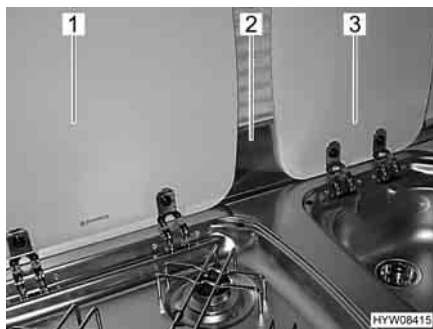

Fig. 13 Lastra proteggifiamma e coperture
- Rimuovere la lastra proteggifiamma (Fig. 13,2) e stivarla in modo sicuro.
- Chiudere le coperture del lavandino (Fig. 13,3) e del fornello a gas (Fig. 13,1).